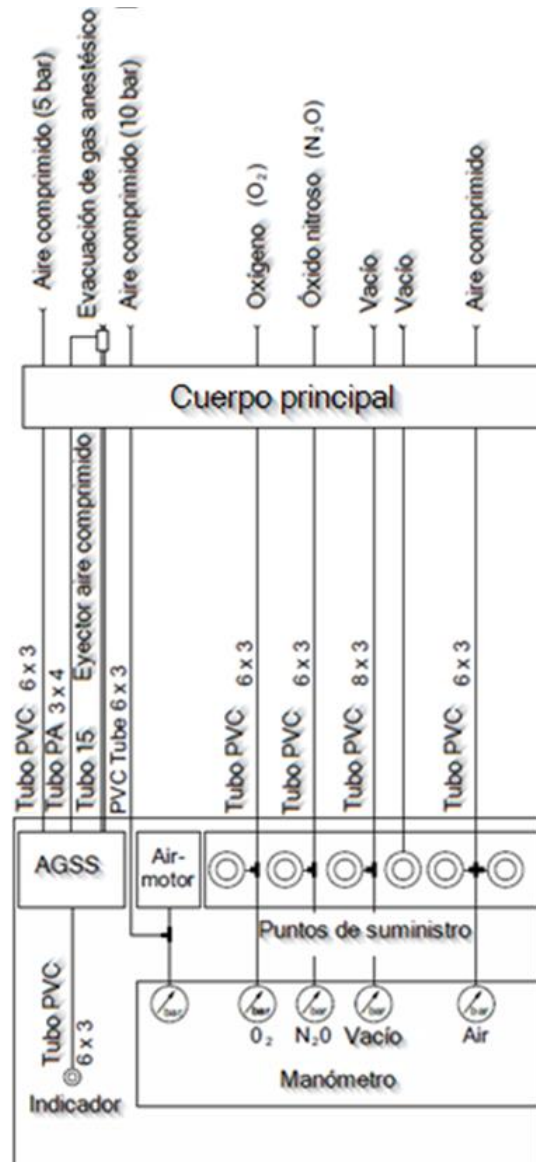

Abb. 13 Beispiel für den Anschluss von Gasleitungen und Anästhesiegas-Abluftsystemen
Im Inneren jedes hängenden Kopfstücks (Hauptkörper) befinden sich die Abstandshalter ①, die Gewindebolzen M8 x 80 mm ②, die Sechskantmuttern M8 ③, die Sicherungsscheiben S10 ④ und die Platten ⑤, die zur Befestigung an den Fallrohren erforderlich sind. Siehe Abbildung 13.